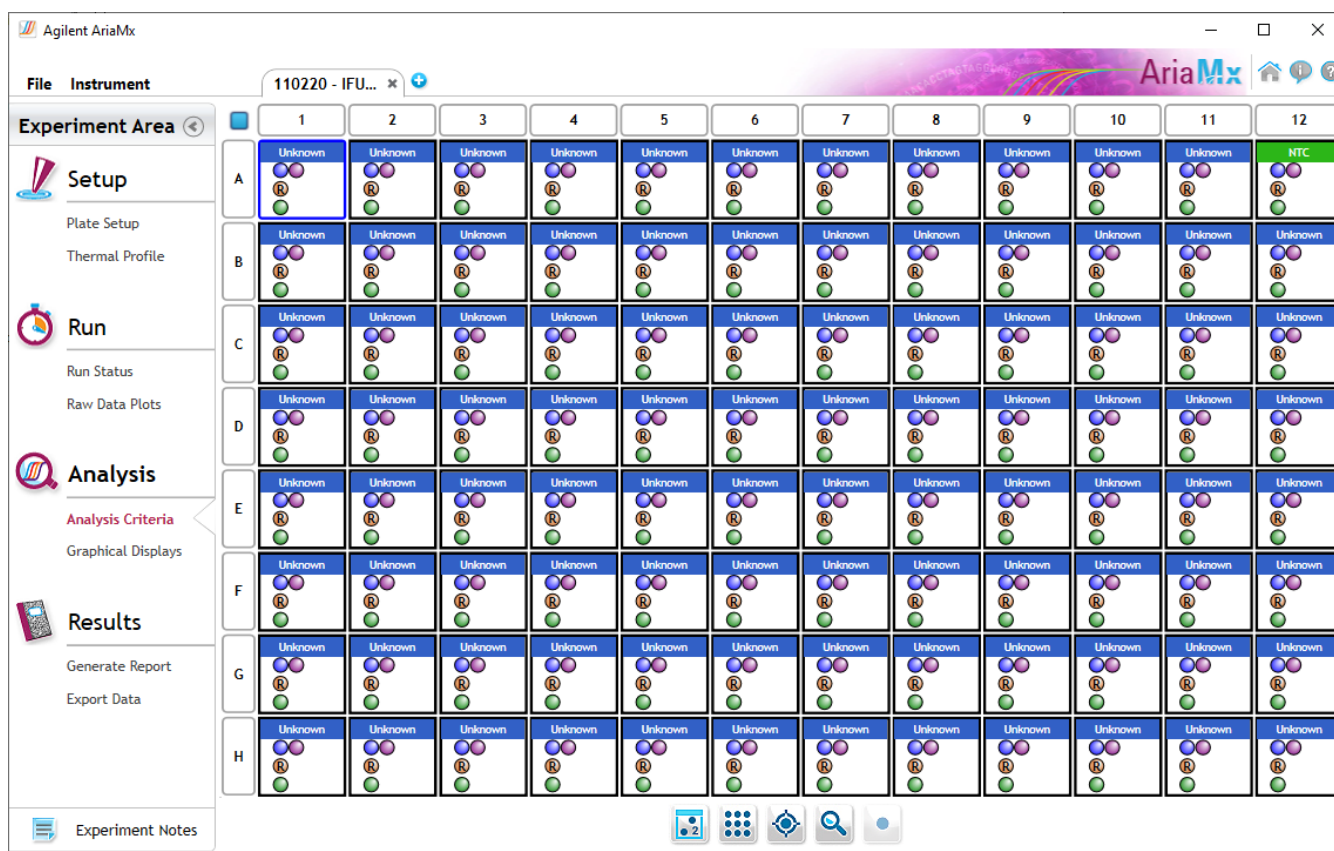

Figura 19 Tela Analysis Criteria do Aria
- 3 Certifique-se de que todos os poços, tipos de poços e alvos estão selecionados para análise, como mostrado na **Figura 19**.